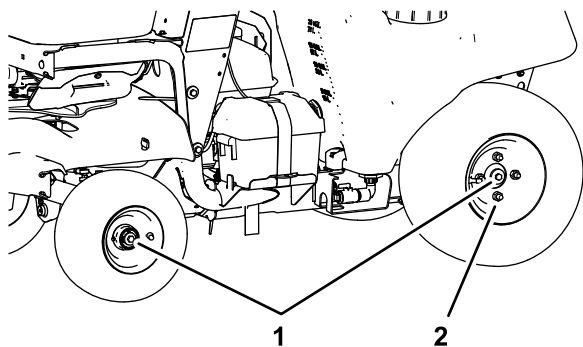

Figure 92
1. Serrez les boulons d'essieu (Figure 92) des roues avant et arrière à un couple de 43 à 52 N·m (32 à 38 pi·lb).
2. Serrez alternativement les 4 écrous (Figure 92) des roues arrière à un couple de 104 à 129 N·m (77 à 95 pi·lb).